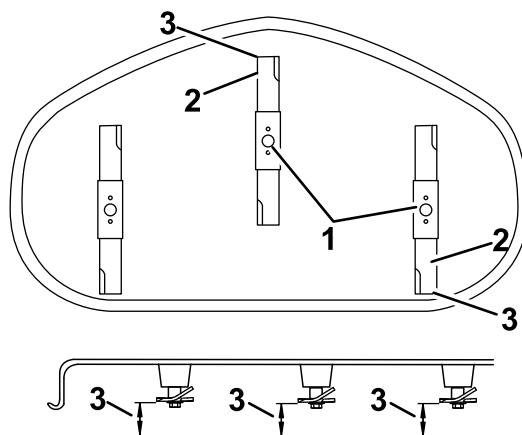

Figura 70
5. Misurate il valore dalla punta della lama anteriore e dalla punta della lama posteriore alla superficie piana (Figura 69 o Figura 70).